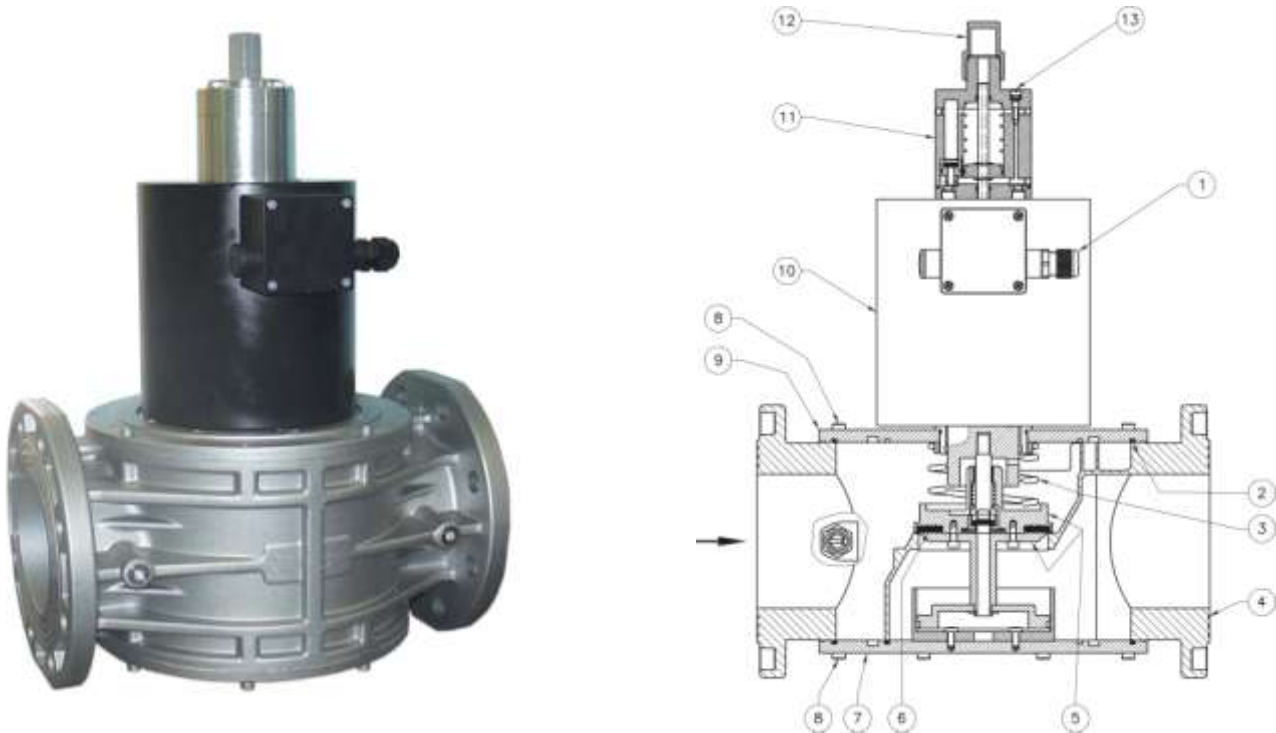

Рис. 4
Клапан рис. 4 состоит из: электрический коннектор (1); уплотнительное кольцо (2); пружина запирающего механизма (3); корпус (4); затвор (5); уплотняющая прокладка (6); нижняя панель (7); винты крепления (8); крышка (9); электромагнитная катушка (10); демпфер (11); заглушка (12); винт регулирования скорости открытия клапана (13).